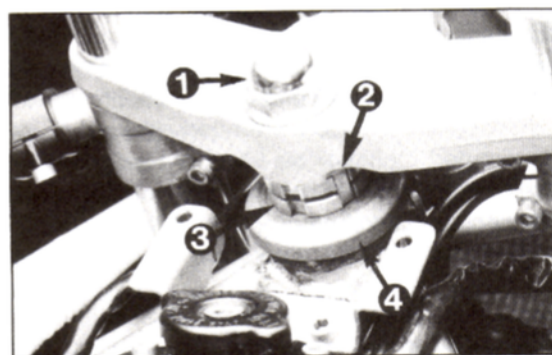
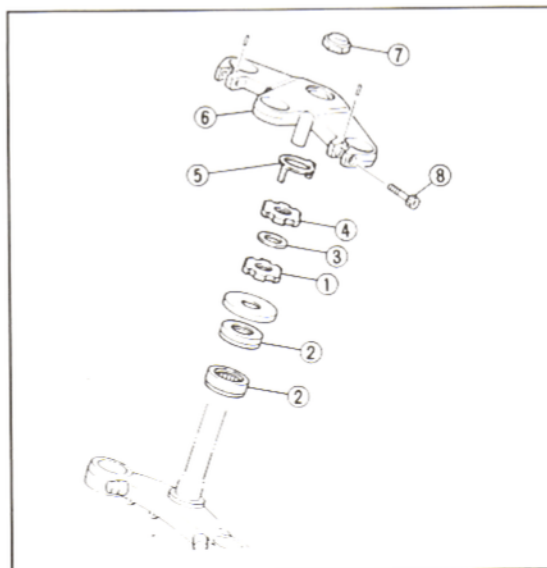

Bild 67
Bild 68
- Gabelschaftrohrmutter (Nr. 1 / Bild 67) ausdrehen. Gabelbrücke und Sicherungsblech abnehmen und Gegenmutter lösen.
- Gummi-Zwischenscheibe auflegen und Gegenmutter von Hand anziehen, bis sie aufliegt. Dann mit Schlüssel anziehen, bis Nuten der Nutmutter fluchten. Eventuell Einstell-Nutmutter gegenhalten, siehe Bild 67, Nr. 2 und Bild 68.